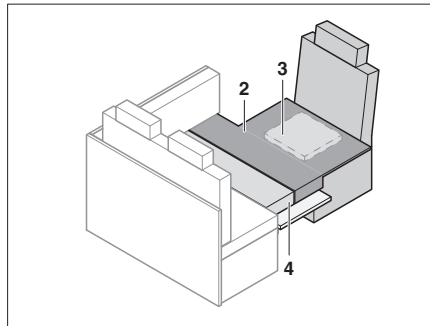

Fig. 189 Después de la transformación
- Colocar el cojín adicional cómo se muestra en Fig. 189.